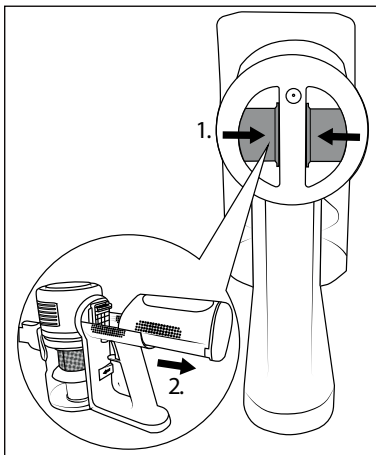

Abb. 12
- ◆ Um den Akku **2** vom Gerät zu entfernen, halten Sie die Akku-Entriegelung **1** gedrückt und ziehen Sie den Akku **2** aus dem Gerät (siehe Abb. 12).